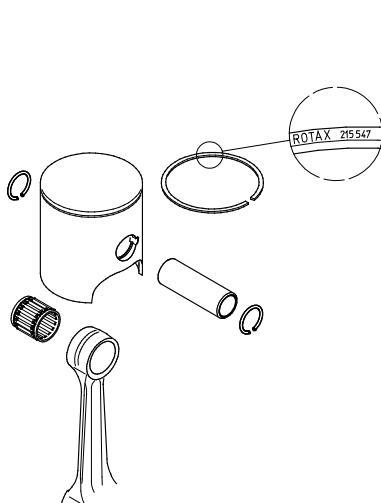

Bild 32 (K00028, K00336)
- Spezialwerkzeug mit der Öffnung des Nullhakenrings nach unten am Kolben (1) ansetzen.
- Kolben mit der Hand gegenhalten und den Kolbenring mittels Spezialwerkzeug hineindrücken. Siehe Bild 32.